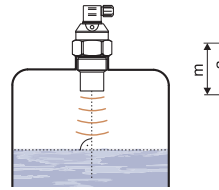

Рис. 1: Правильная инсталляция датчика перпендикулярно к уровню жидкости
- Измеритель уровня устанавливается **вертикально** в верхнюю крышку ёмкости или резервуара при помощи штуцера, крепежной гайкой или фланца так, чтобы ось измерителя уровня была перпендикулярна поверхности измеряемой жидкости (рис. 1).